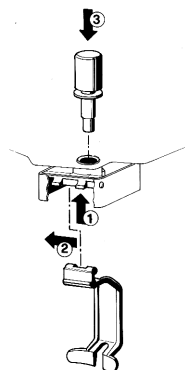

Bild 6
- 3 - **Schwerkraftsventil:** den Betätigungshebel des Hahns befestigen (1-2) und dann den mit einer eigenen Dichtung versehenen Kolben einfügen (Bild 6).